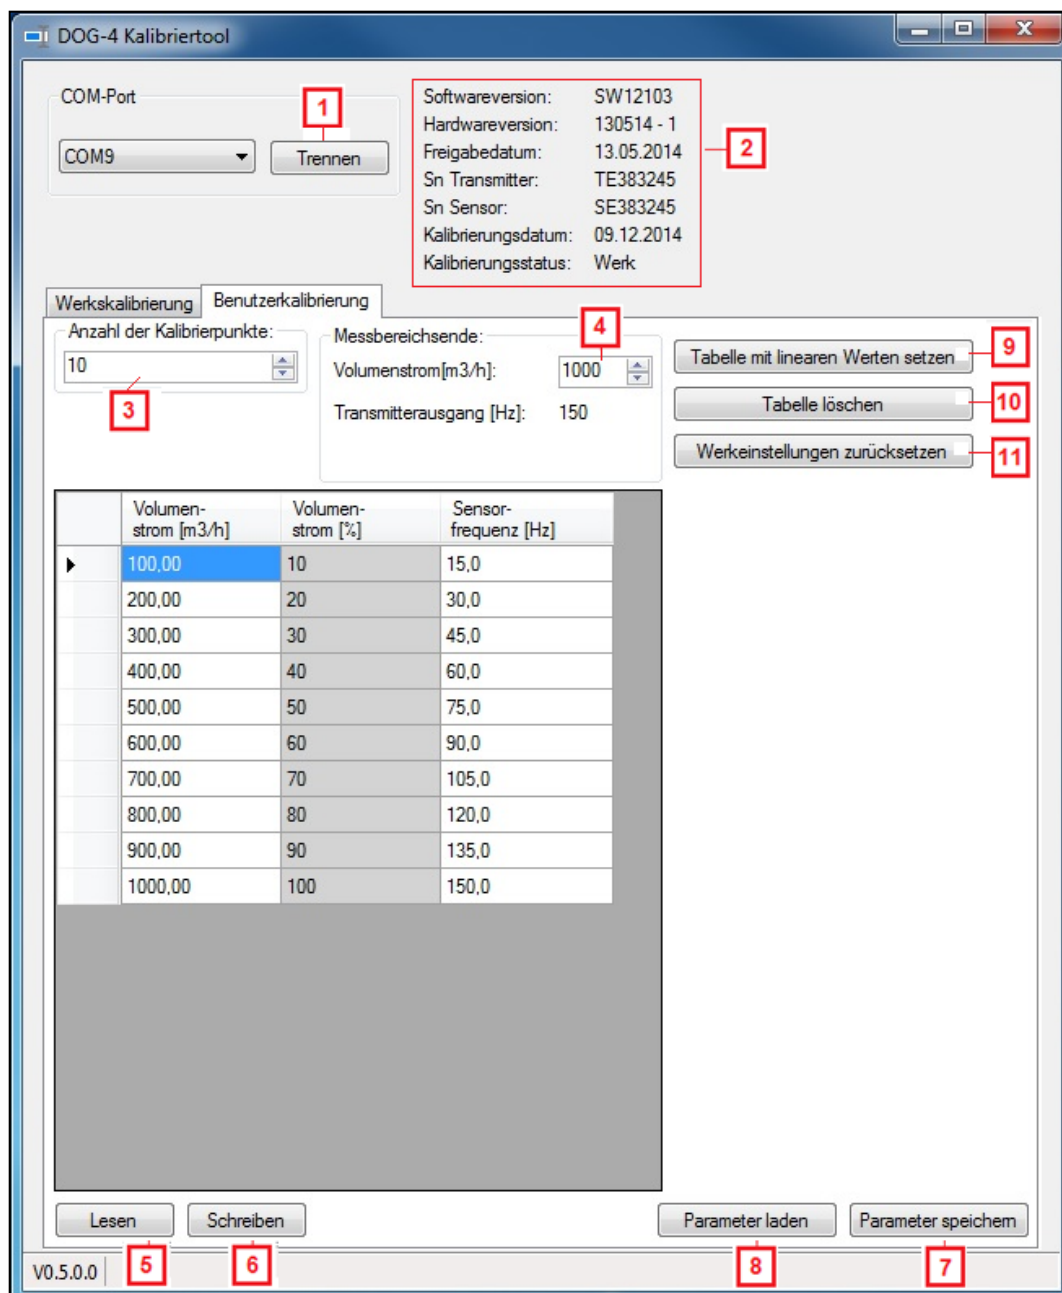

Abbildung 1: Benutzeroberfläche / Registerkarte „Benutzerkalibrierung“
Bei einer erfolgreichen Verbindung werden oben die Geräteparameter [2 in Abb.1] und unten zwei Auswahlfenster mit den Registerkarten „Werkskalibrierung“ und „Benutzerkalibrierung“ angezeigt.
Nachfolgend wird die Bedeutung von Anzeigen, Eingabefeldern und Schaltflächen für die Registerkarte „Benutzerkalibrierung“ (Abb.1) erklärt:
- Geben Sie in dem Eingabefeld „Volumenstrom [m³/h]“ (4 in Abb.1) den Messbereichsendwert des zu kalibrierenden DOG-... Gerätes ein. (siehe Typenschild)
- Klicken Sie auf die Schaltfläche „Tabelle mit linearen Werten setzen“ (9 in Abb.1)
- Klicken Sie auf die Schaltfläche „Schreiben“ (6 in Abb.1) um die Daten in den Speicher des Transmitters zu übertragen
Zur Eingabe der gemessenen Sensorkennlinie muss zunächst die Anzahl der Kalibrierpunkte (3 in Abb.1) ausgewählt werden (1 bis max. 16). Als nächstes wird der Messbereichsendwert in [m³/h] eingegeben (4 in Abb.1) und alle Tabellenwerte zunächst gelöscht (10 in Abb.1).
Danach klicken Sie auf die Taste „Schreiben“ (6 in Abb.1), um die Daten in den Speicher des Transmitters zu übertragen.
Nach der Datenübertragung müssen Sie unbedingt auf „Trennen“ (1 in Abb.1) klicken, um die Kalibrierung abzuschließen. Erst danach wird der Transmitter den Kalibriermodus verlassen und einen automatischen Reset ausführen, um die Daten im Transmitter zu speichern.
Sie können die Kalibrierdaten aus der Tabelle in eine Konfigurationsdatei schreiben, wenn Sie auf die Taste „Parameter speichern“ (8 in Abb.1) klicken. Später können Sie diese Daten aus der Datei mit der Taste „Parameter laden“ (7 in Abb.1) wieder abrufen, um die Kalibrierwerte zu analysieren bzw. nochmal in den Transmitter zu übertragen.
Mit der Taste „Lesen“ (5 in Abb.1) haben Sie eine Möglichkeit die Benutzerkalibrierdaten aus dem Speicher auszulesen.
Außerdem besteht eine Möglichkeit die Werkskalibrierung wieder zu aktivieren. Dafür müssen Sie auf die Taste „Werkseinstellungen zurücksetzen“ (11 in Abb.1) klicken. In dem Anzeigefeld der Geräteparameter (2 in Abb.1) in der unteren Zeile wird ein Status angezeigt, der mitteilt, ob das Gerät gerade im „Benutzer“ oder im „Werk“ Modus arbeitet.
Um diese Fehlermeldungen zu vermeiden, ist es zu empfehlen, die Tabelle zuerst auf 1 Kalibrierpunkt einzustellen (3 in Abb. 1) und die Werte in die erste Zeile eintragen. Danach erweitern Sie die Tabelle auf 2 Kalibrierpunkte und füllen Sie die zweite Zeile aus. Machen Sie es solange bis alle Kalibrierpunkte eingetragen werden. Wenn die Tabelle am Ende keine orange markierten Felder hat, dann können Sie mit der Übertragung der Kalibrierwerte beginnen.
- Alle Volumenstromwerte müssen kleiner als Messbereichsendwert sein (4 in Abb.1).